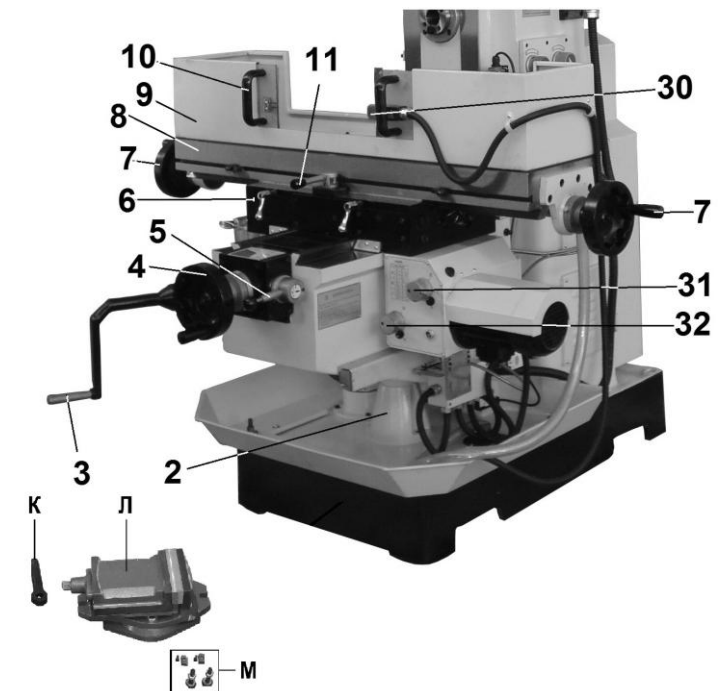

Рис. 34
10.8. Подготовка к работе (Рис. 34 – 38)